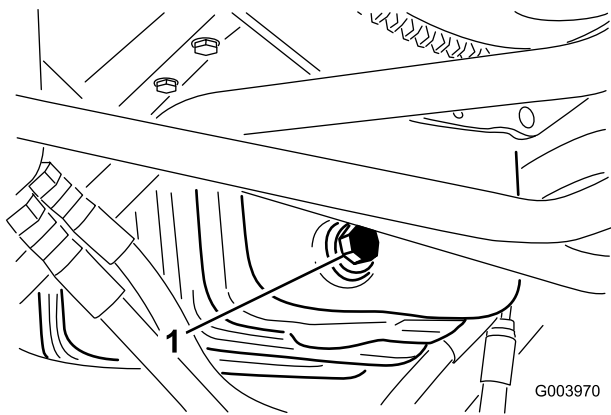

図 62
1. ドレン・プラグ（図 62）を外してオイルを容器に受ける。